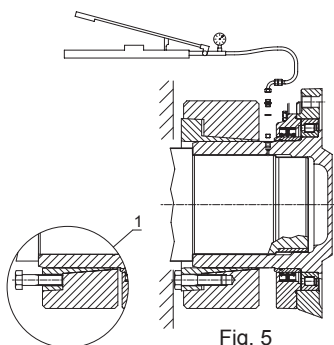
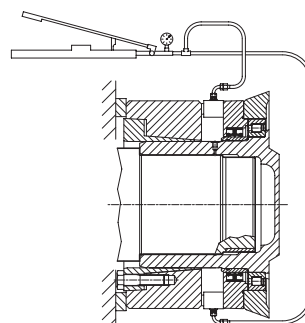

Fig. 5
Fig. 6
- 2) Dans le cas où les bagues ne se sépareraient pas spontanément après avoir desserré les vis, en déplacer quelques-unes dans les trous d'extraction de la bague intérieure (Fig. 5 détail 1) et en les vissant, séparer cette dernière de la bague extérieure.
- 3) Faire coulisser l'accouplement axialement comme indiqué en fig. 5 pour utiliser l'orifice G 1/8" qui permet le remplissage d'huile sous pression (1000 bar maximum), afin de faciliter le démontage du réducteur de l'arbre de la machine. Si le réducteur ne se libère pas avec la méthode décrite plus haut, car l'accouplement de l'arbre ne garantit pas la tenue de la pression, il sera alors possible d'agir comme représenté en fig. 6. Si l'espace à disposition le permet, utiliser deux poussoirs hydrauliques pour faire réaction sur les 2 bossages à 180° qui se situent sur le couvercle porte-joints, sans toutefois dépasser les charges axiales suivantes.
- 2) Si a pesar de haber aflojado los tornillos los anillos no se separan, hay que transferir algunos tornillos a los agujeros de extracción del anillo interior (Fig. 5, 1) y separar el anillo interior del exterior al atornillarlos.
- 3) Hacer que el empalme se desplace en dirección axial (Fig. 5) y aprovechar el agujero de 1/8" G por el que entra aceite a presión (máx. 1000 bar) para separar al reductor del eje. Si con este método el reductor no se libera porque el acoplamiento del eje no asegura que se mantenga la presión, hay que proceder como se describe en la Fig. 6. Si el espacio disponible lo permite, hay que hacer reacción con los empujadores hidráulicos en 2 remaches de la tapa portaguarniciones situados a 180° en sin sobrepasar las siguientes cargas axiales.
- 2) Caso os anéis não se separem espontaneamente depois do afrouxamento dos parafusos, transferir alguns nos furos de extração do anel interno (Fig. 5 detalhe 1) e, aparafusando-os, separar este último do anel externo.
- 3) Deslizar a junta axialmente como mostrado na Fig. 5 para permitir a utilização do furo G 1/8", que permite a entrada de óleo sob pressão (máx. 1000 bar) para facilitar a desmontagem do redutor do eixo da máquina. Se com esse método o redutor não se liberar, desde que o acoplamento do eixo não assegure a manutenção da pressão, será possível agir, se o espaço o permitir, no modo representado na fig. 6, utilizando empuradores hidráulicos, fazendo reação nos 2 pinos a 180° que se encontram na tampa porta-retentores, prestando atenção para não superar as seguintes cargas axiais.